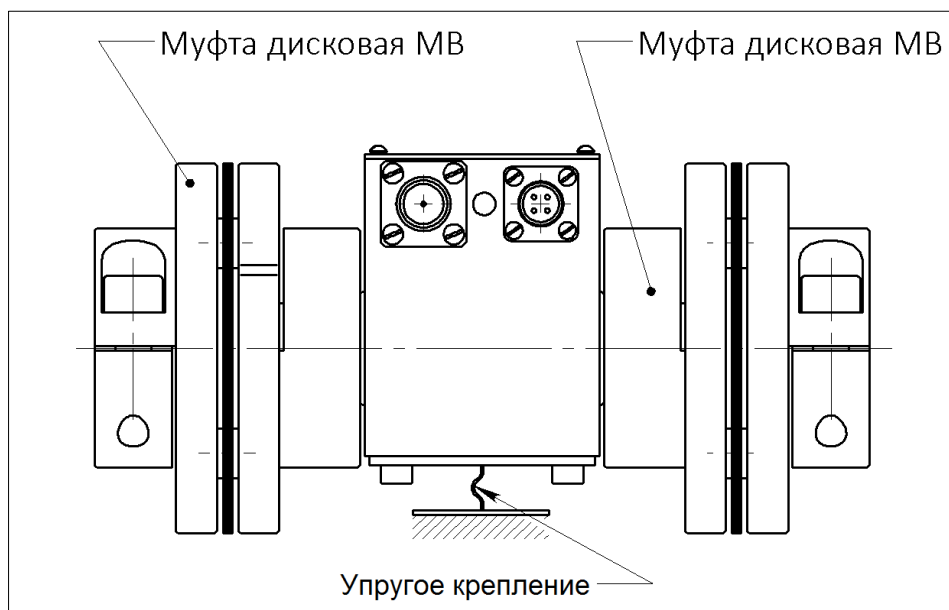

Рис. 5 – Установка датчика M25 с применением дисковых компенсационных муфт MB
- нежесткое крепление корпуса при использовании дисковых компенсационных муфт типа MB – рис. 5.